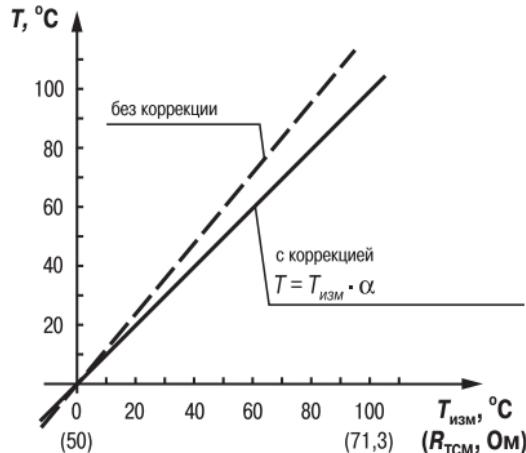

Рис. 6
3.2.5.3. Для компенсации погрешностей датчиков при отклонении значения W_{100} от номинального каждое измеренное значение параметра $T_{\text{изм}}$ умножается на заданный пользователем поправочный коэффициент α («**наклон характеристики датчика**»). Коэффициент задается в пределах от 0,5 до 2,0. На рис. 6 приведен пример изменения наклона характеристики для датчика TCM50M $W_{100} = 1,426$.